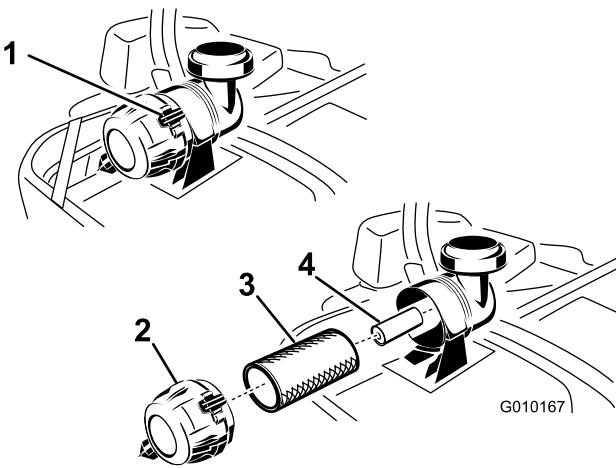

Figura 48
3. Premete verso il basso per rilasciare i dispositivi di fermo sul filtro dell'aria e togliere il coperchio dal corpo del filtro (Figura 48).
5. Estraete con cautela il filtro primario dal corpo del filtro dell'aria (Figura 48). Non urtate il filtro contro il corpo.
1. Non pulite il filtro primario di carta, sostituitelo (Figura 48).
2. Se sostituite il filtro secondario, inseritelo con cautela nel corpo del filtro (Figura 48).
3. Montate con cautela il filtro primario sul filtro secondario (Figura 48). Premete sul bordo esterno del filtro mentre lo inserite, per accertarvi che venga inserito a fondo.
di fermo blocchino il coperchio nella corretta posizione (Figura 48).